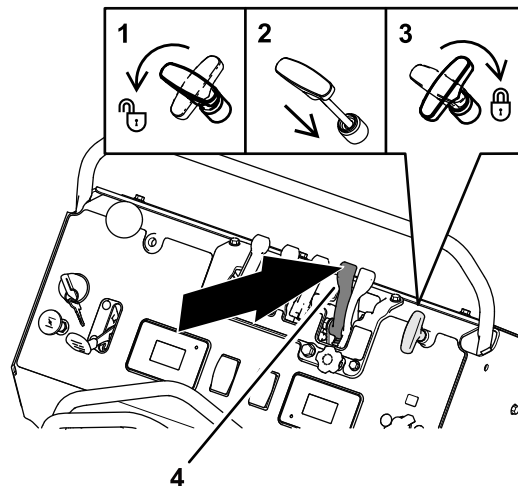

図 98
3. ヘビー撒布用粒剤ゲートレバーを前方一杯まで押してゲートを閉じる 図 98。
4. 撒布パターン制御ハンドルを左に回して押し込んで、右に回す 図 98を参照。